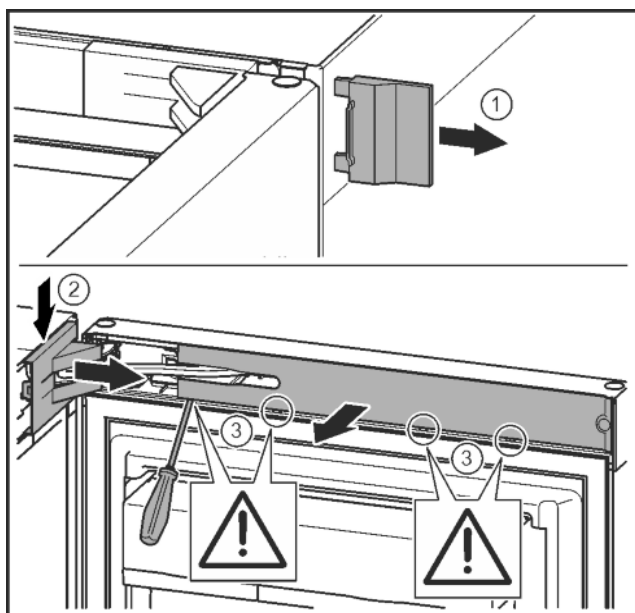

Fig. 12
- Sejměte vnější kryt. Fig. 12 (1)
- Odjistěte a uvolněte kryt stojanu ložiska. Sejměte kryt stojanu ložiska. Fig. 12 (2)
- Plochým šroubovákem odjistěte lištu a otočte ke straně. Fig. 12 (3)